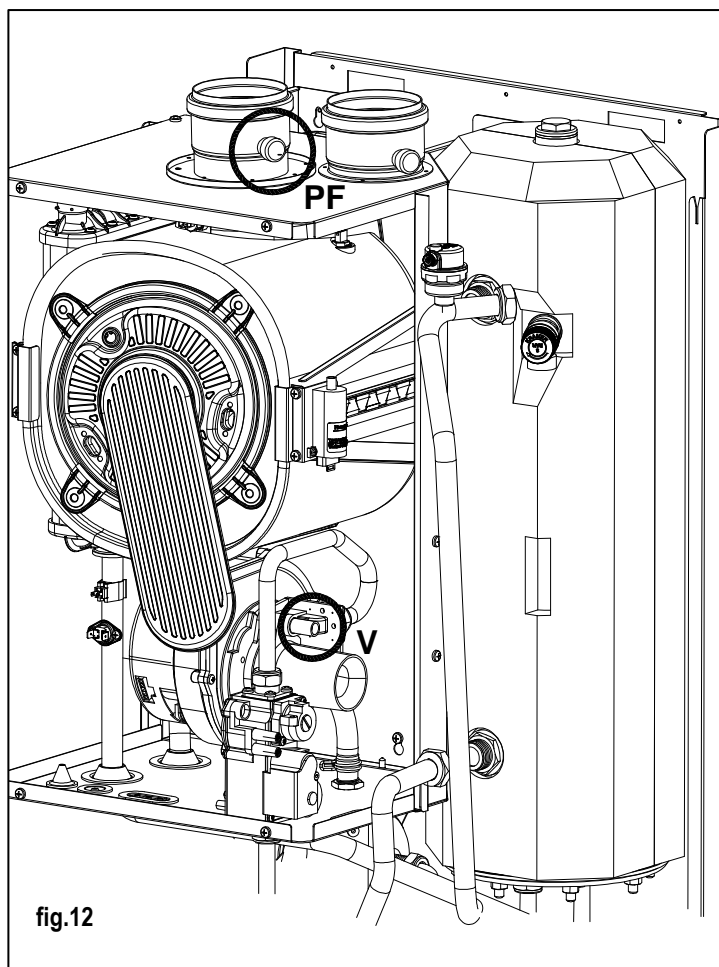

fig.12
- Si la quantité de CO2 diffère de la valeur indiquée dans le tableau n°1, tourner la vis **V** (fig.12) du venturi vers la droite pour diminuer la valeur de CO2 et vers la gauche pour l'augmenter.